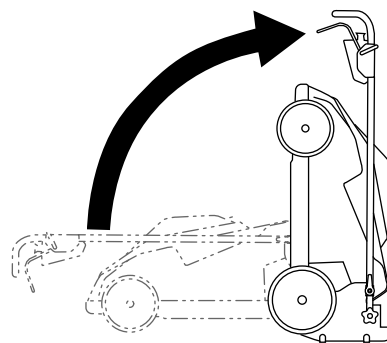

Figura 14
3. Pliegue el manillar hacia adelante del todo, como se indica en la Figura 14.
6. Levante la parte delantera de la máquina con el manillar y llévela al lugar de almacenamiento (Figura 14).